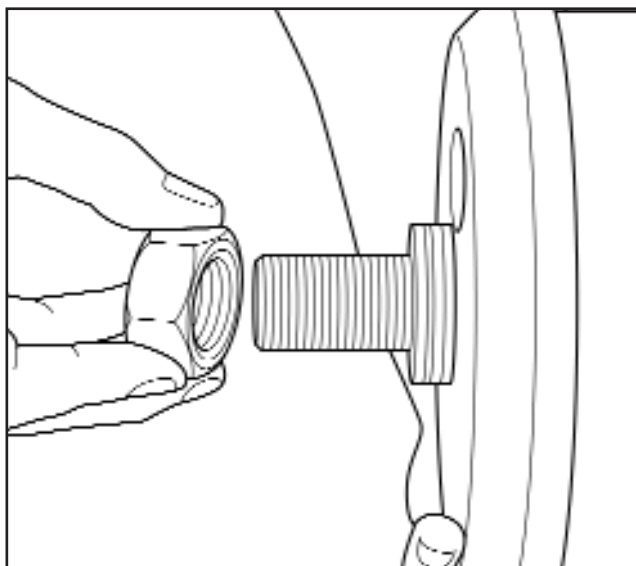

Fig 3.28
13. Fixer l'outil pour bague arrière (RBT) " F " à l'entonnoir " D " et le mettre en place avec les coupelles de roulement, la cage de roulement " B " et l'écrou " A " (figure 3.28)